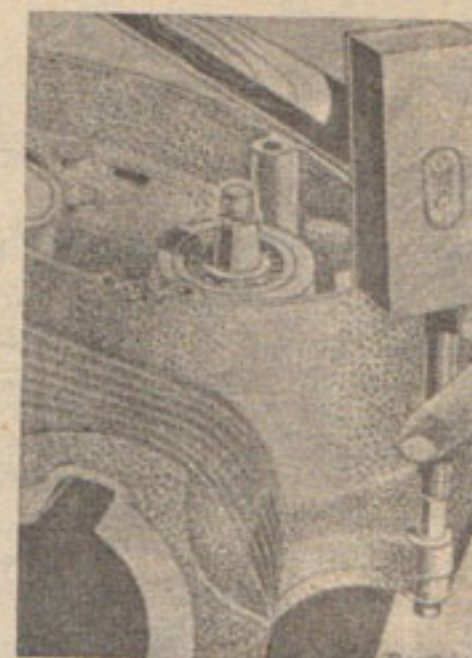

Fig. 11
1. Avec l'outil n° S-34, chasser la bague-guide du demi-carter droit (fig. 11). L'une des bagues est placée dans la patte supérieure avant du moteur, l'autre dans la patte inférieure arrière.